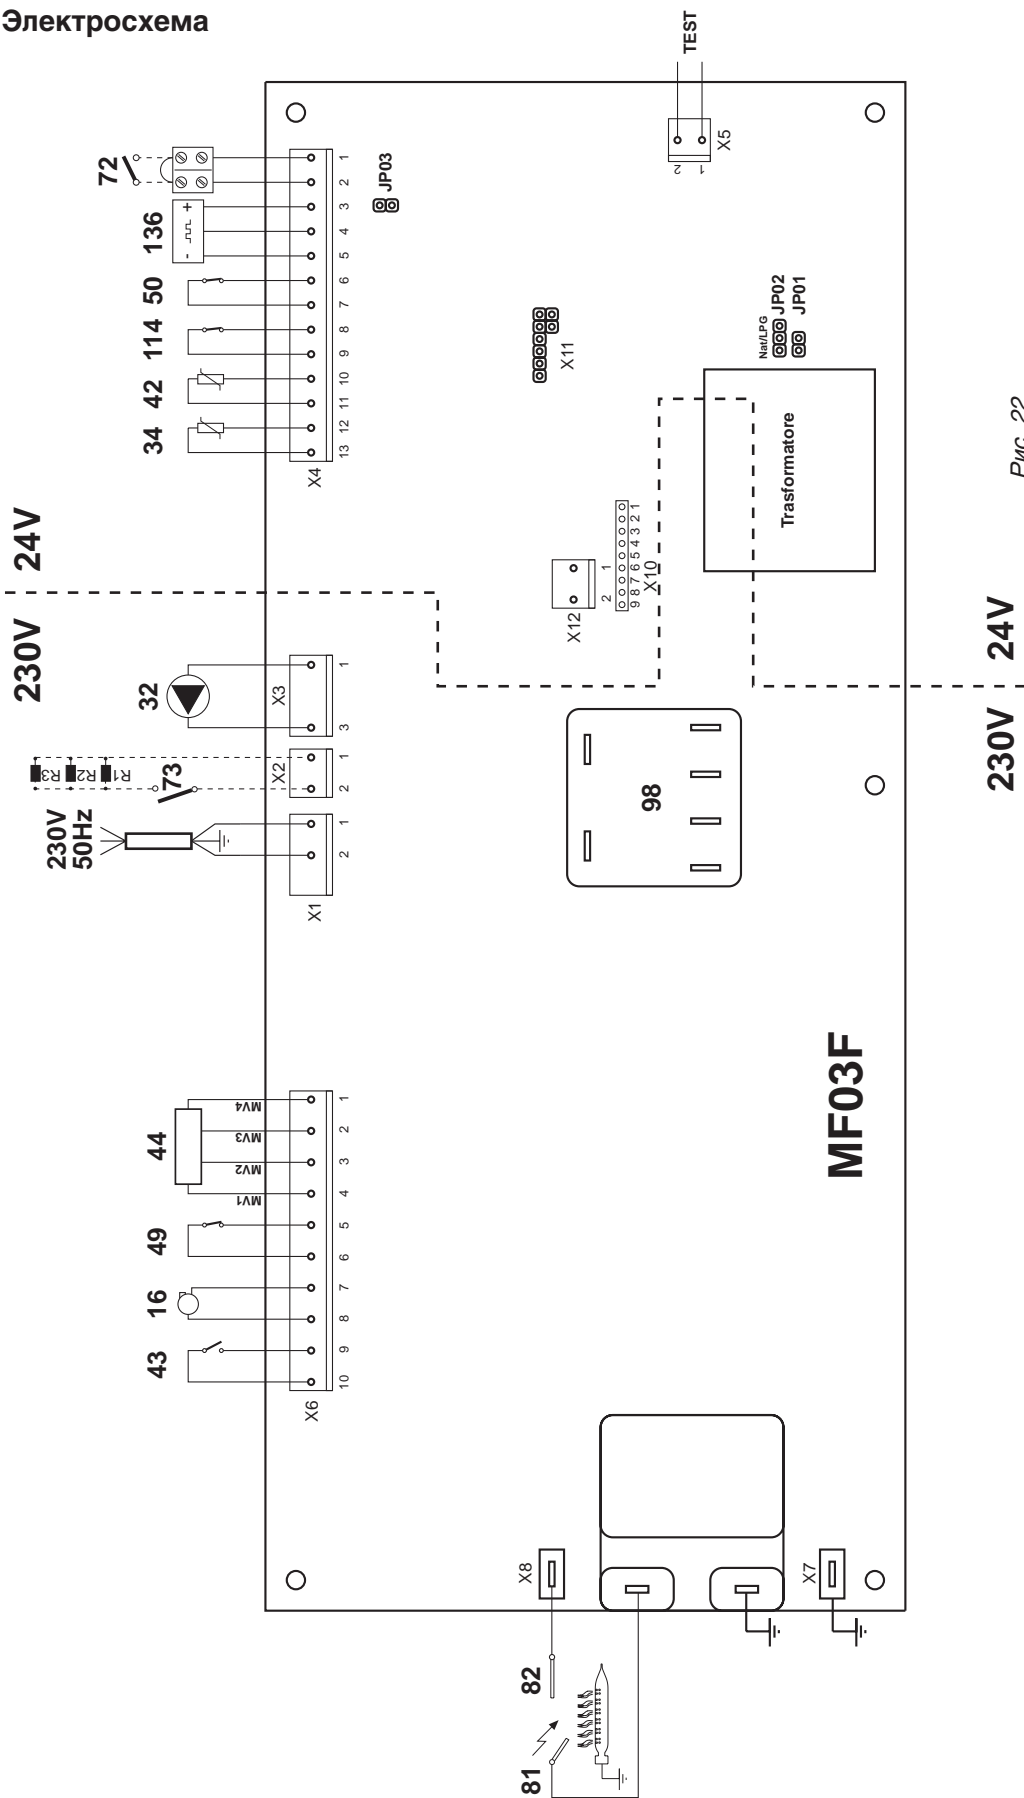

Рис. 22
### 3.16 Установка термостата помещения (72) (рис. 22)
Подключить термостат помещения (72) как показано на рис. 22.